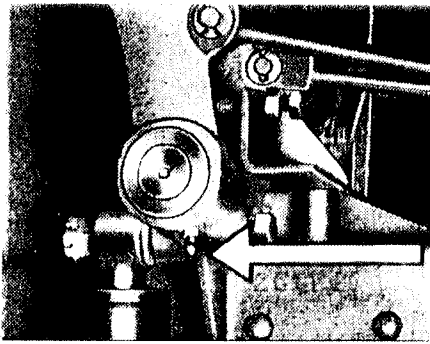

Abb. 49
24. Fußhebelwelle (2 Schmiernippel) alle 2000 km mit Abschmierfett abschmieren (Abb. 49).